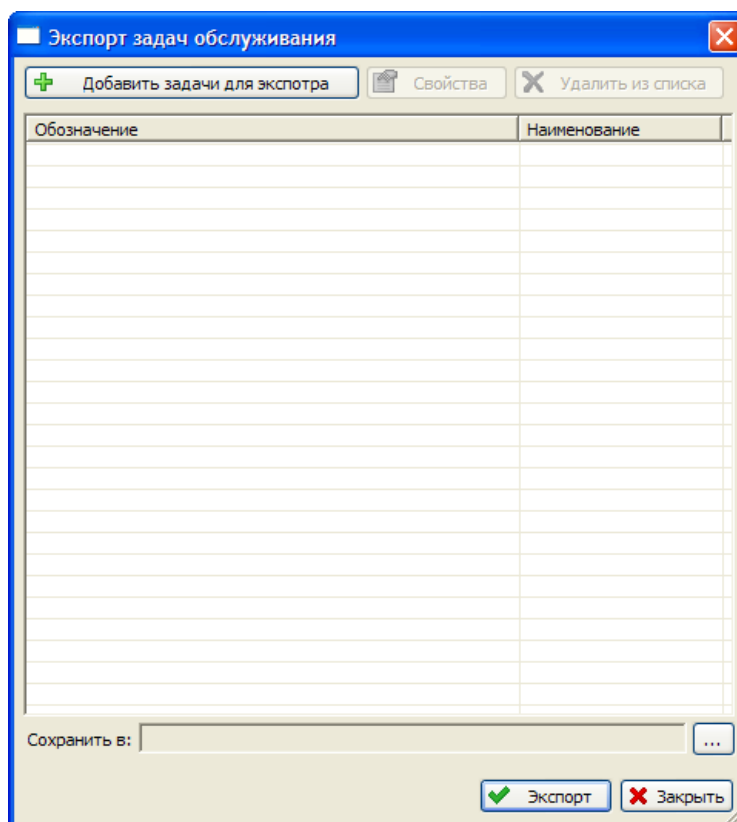

Рис. 3-41
3. В появившемся окне **Экспорт задач обслуживания** (рис. 3-41) настройте параметры экспорта.
3. В появившемся окне **Экспорт ресурсов задач обслуживания** (рис. 3-41) настройте параметры экспорта.